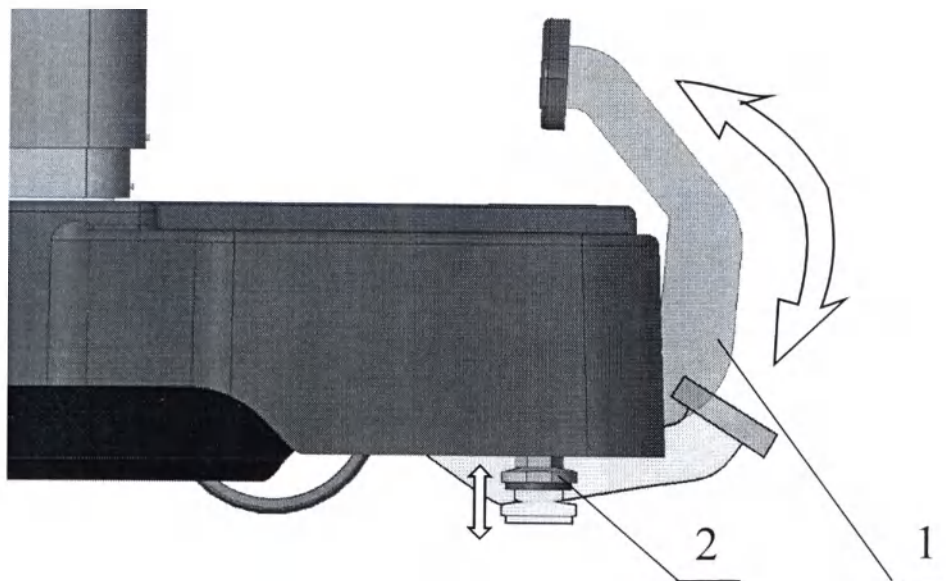

Рисунок 2. Схема перевода стола в транспортное положение
6.10 Для перекачивания стола имеются два поворотных колеса 17. Используются когда опоры 2 (Рисунок 2) подняты вверх.
9.6 Перевод стола в стационарное (не транспортное) положение производится нажатием ногой на педаль 1 до упора (Рисунок 2). При этом поворотные колеса отрываются от пола на 3 мм и стол устанавливается на регулируемые опоры 2. Поднятием педали вверх стол опускается на колеса в транспортное положение.
9.7 Перед использованием стола по назначению проверьте надежность установки стола на опорах 2 (Рисунок 2). При необходимости отрегулируйте опоры, путем поворота регулируемых ножек. Для этого следует ключом S=19 отжать контргайку и вращая регулируемую ножку, добиться устойчивого положения стола. После чего затянуть контргайку.